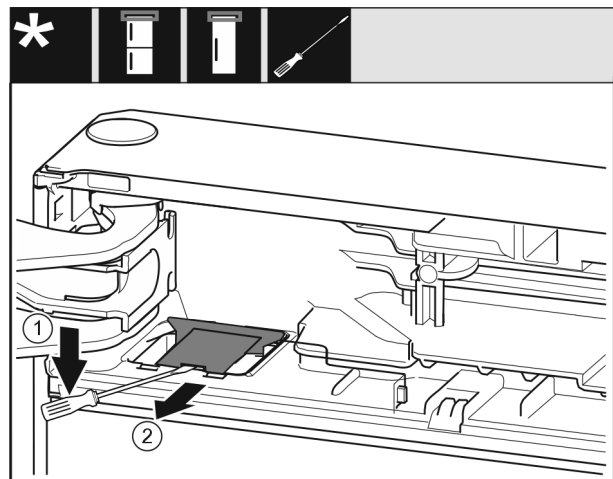

Fig. 12
- Con un cacciavite a intaglio disinnestare la copertura Fig. 12 (1).
- Estrarre la copertura Fig. 12 (2).